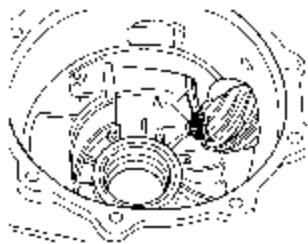

图 9-148 安装夹持器
(3) 按照盆形齿轮 将测量杠杆 VW388 调整到尺寸“a”，盆形齿轮为 180mm 则 $a=72mm$ ；盆形齿轮为 170mm，则 $a=67mm$ 。
(4) 将盆形齿轮旋至挡块，将千分表调整到零位，回转盆形齿轮并读出扭转侧向间隙。
(5) 当从动轴在差速器转动时随同旋转，则安装夹持器“A” 3177，以便测得精确的扭转侧向间隙，如图 9-148 所示。